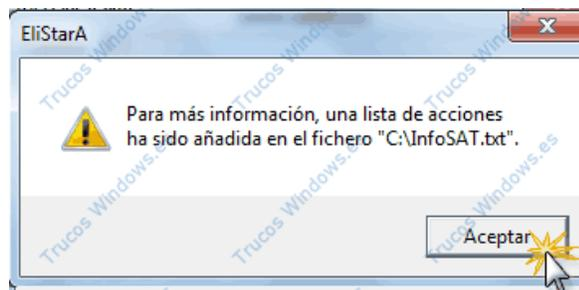

Figura 14
11. Una vez acabado el análisis puedes cerrar la ventana del programa, apareciendo esta ventana en la que tan solo deberás hacer clic en Aceptar (Figura 14).